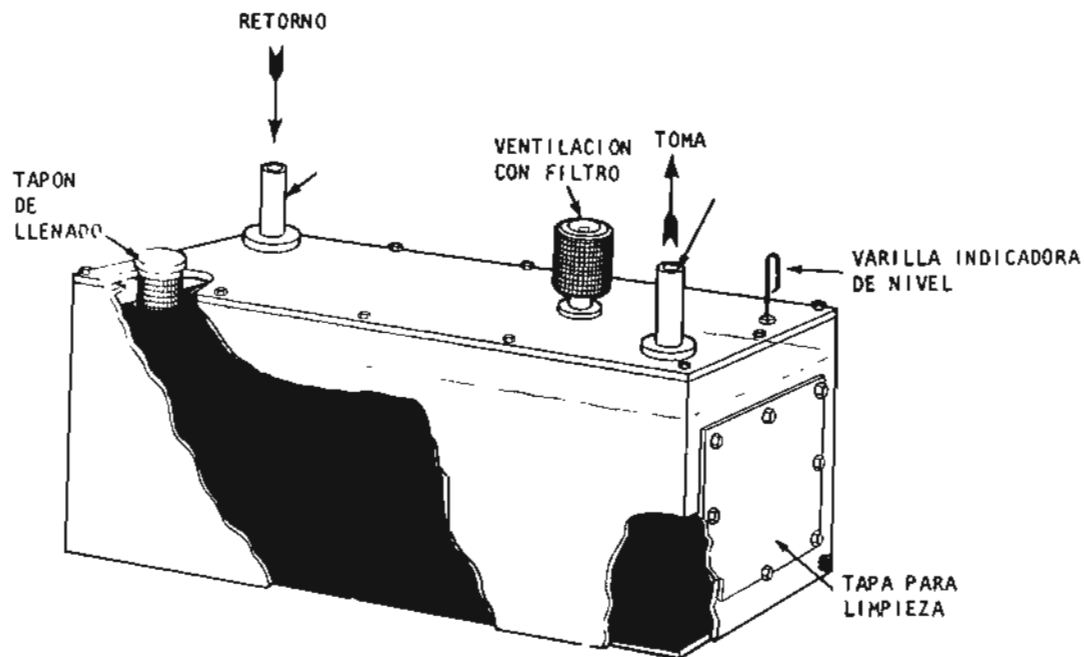

Fig. 1
- *carter* o reservorio del líquido hidráulico (fig. 1).